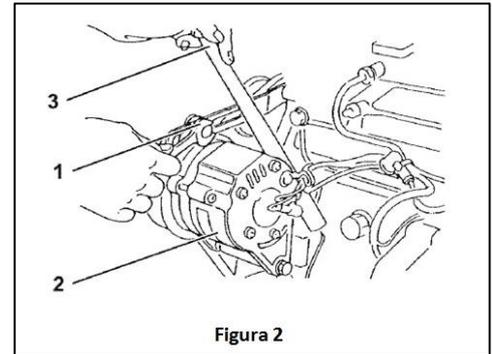

Figura 2
2. Si es necesario regule la tensión de la correa. Afloje el tornillo de regulación/fijación del alternador ([1] figura 2) y, a través de una palanca ([3] figura 2) mueva el alternador ([2] figura 2) hasta obtener la tensión deseada. Para acabar apriete de nuevo el tornillo de regulación/fijación.